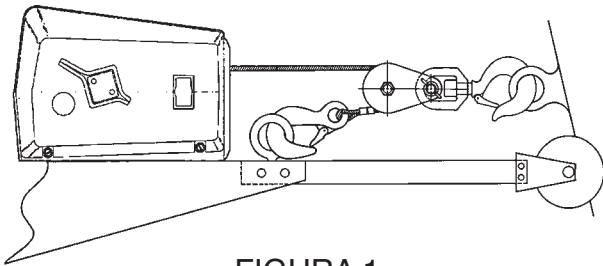

FIGURA 1
3. Para uso de línea doble, instale un gancho de ojo en el pedestal del cabrestante para afianzar el gancho del cable estacionario. (Vea la Figura 1.) Asegúrese de que el gancho de ojo sea lo suficientemente fuerte para aguantar cargas en exceso de la clasificación para línea única del cabrestante.